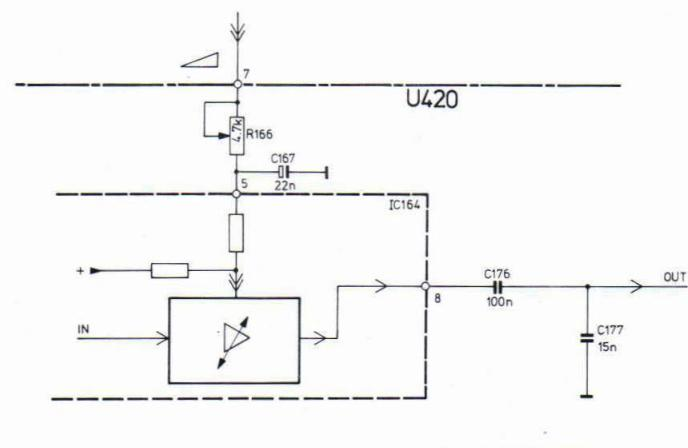

Fig. VII-3
2. Het LF-stuurgedeelte (Fig. VII-3)